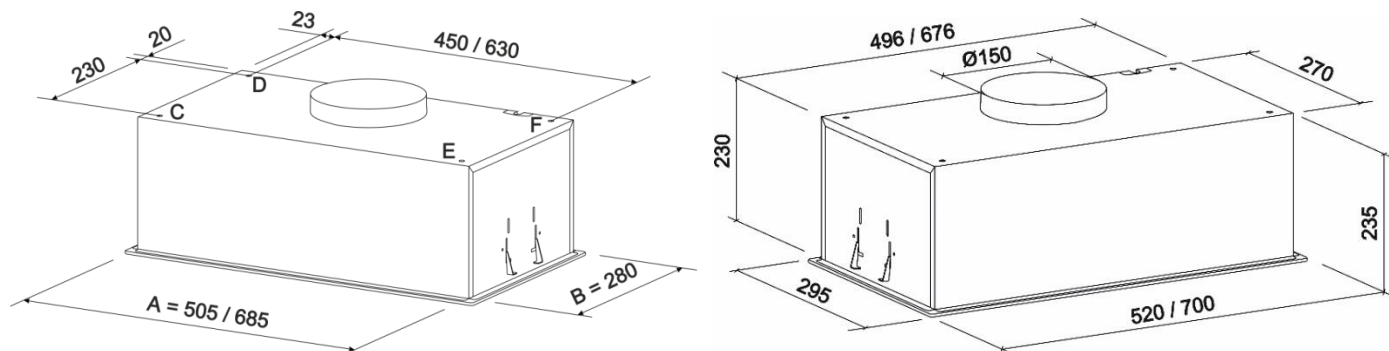
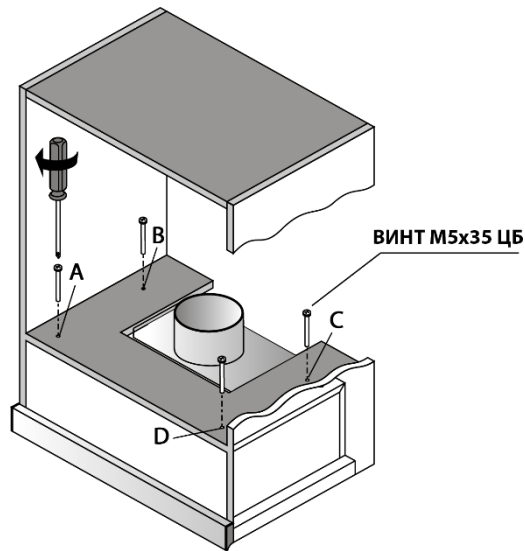

Рис.4
Рис.5.1
6.4 З врахуванням встановленої висоти і умовою прилягання витяжки до дна нижньої полки навісної меблевої шафи по раніше виготовленому паперовому шаблону розмітьте і виріжте прямокутний отвір згідно габариту **AxB** (рис.4) вмонтованої частини витяжки.
6.6.1 Виготовте паперовий шаблон з координатами отворів CDEF (рис.4), прикладіть шаблон до полиці меблевого гарнітура (рис. 5.1).